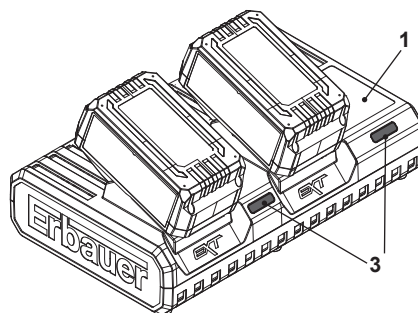

Fig. 4
Chaque indicateur de niveau de charge (3) sur le chargeur (1) affiche le niveau de charge de la batterie (A ou B) qui se trouve sur la gauche (Fig. 4).